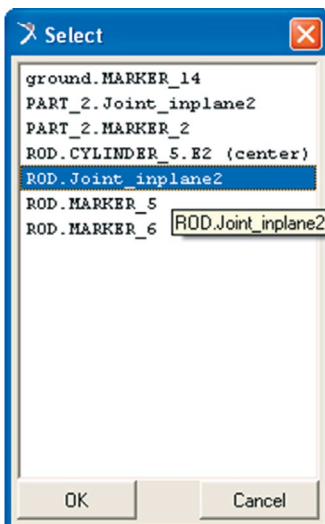

Figura 3.130- Selecionando o *marker Joint_inplane2*.
- Selecione a localização para construção da junta, neste caso, o *marker Joint_inplane2*. Para facilitar a seleção, aproxime o mouse da região onde foi construído o *marker* e clique com o botão direito do mouse. Uma caixa de diálogo *Select* (Figura 3.130) será aberta e, então, selecione o *marker* desejado.